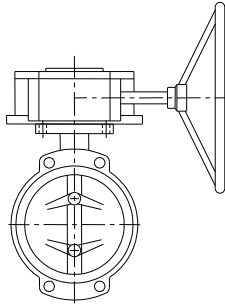

Abbildung 6: linkshändiges Getriebe senkrecht zur Armatur
8. Montieren Sie das Getriebe senkrecht auf die Armatur (siehe Abbildung 6).